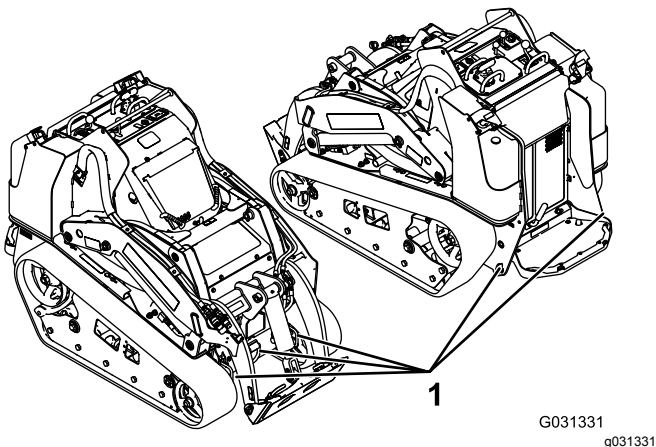

Figure 29
8. Servez-vous des points d'attache en métal de la machine pour l'arrimer solidement sur la remorque ou le véhicule de transport au moyen de sangles, chaînes, câbles ou cordes (Figure 29). Reportez-vous à la réglementation locale concernant les exigences d'arrimage.
Vous pouvez soulever la machine en vous servant des points d'attache/de levage ; voir Figure 29.